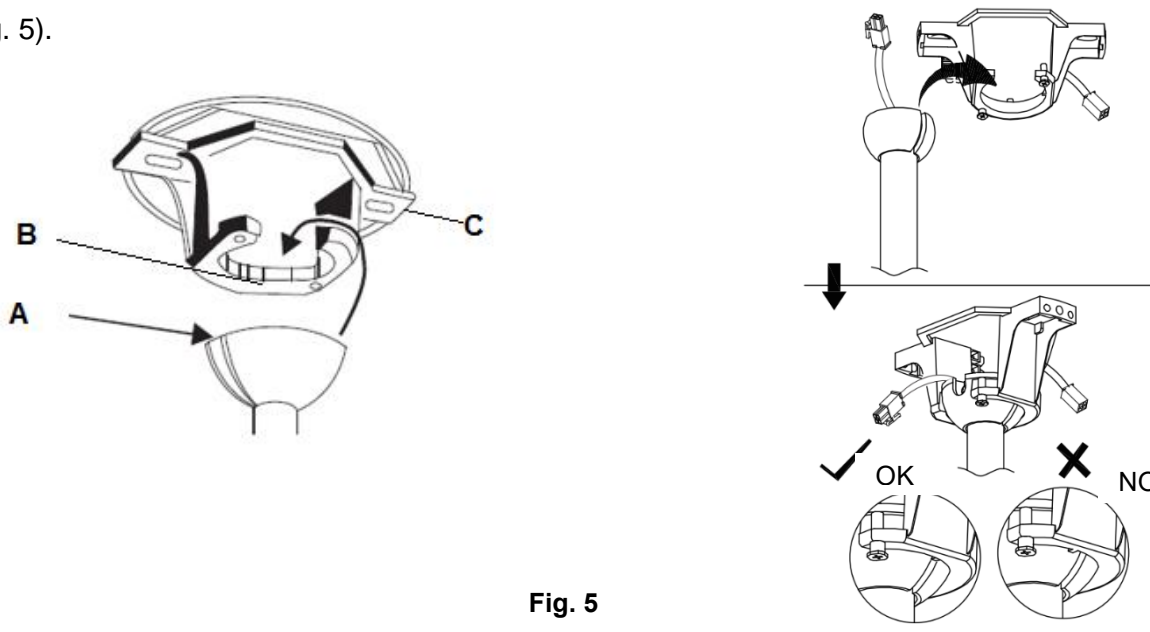

Fig. 5
Sollevarre il ventilatore sulla staffa di supporto. Assicurarsi che la fessura (A) del giunto sferico sia posizionata sul perno (B) della staffa di supporto (C), in modo tale da evitare che il ventilatore ruoti quando è in funzione (Fig. 5).